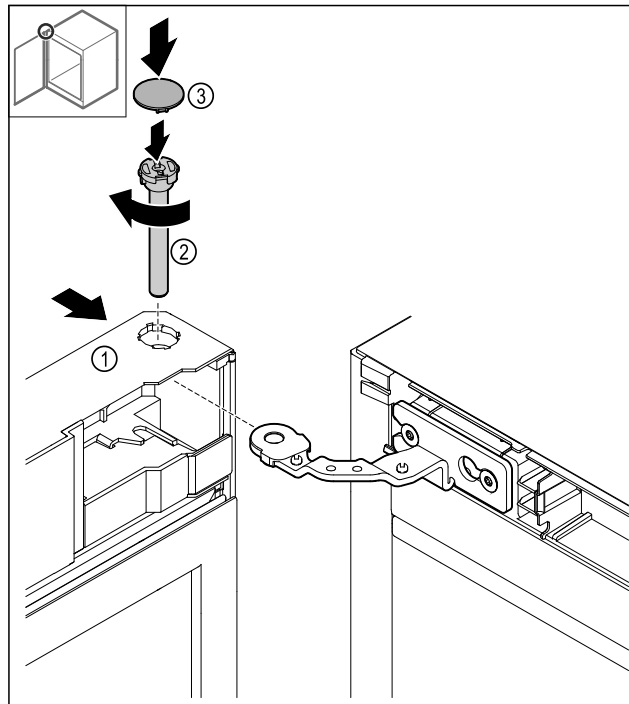

Fig. 46
- ▶ Установите дверь Fig. 46 (1) сверху на шарнир.
- ▶ Вставьте палец Fig. 46 (2) и закрутите его по часовой стрелке.
- ▶ Установите крышку Fig. 46 (4).